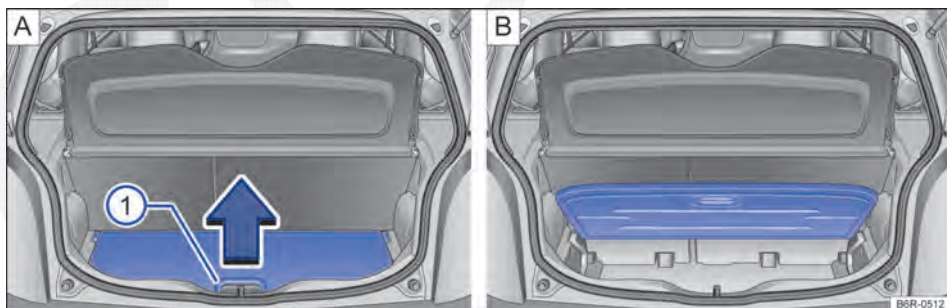

Fig. 64 A: assoalho variável do compartimento de bagagem rebatido para cima. B: assoalho variável do compartimento de bagagem aberto.
Para *abrir*, levantar pela alça → Fig. 64 ① no sentido da seta e rebater o assento do compartimento de bagagem completamente para cima → Fig. 64 B.